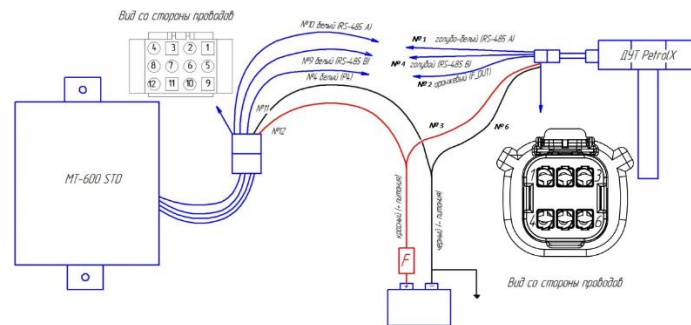

Рисунок 7
2. При подключении нескольких ДУТ необходимо поочередно подключить каждый ДУТ к терминалу и в разделе «Настройка параметров выходного сигнала» во вкладке «ScoutNet» (рисунок 7) установить индивидуальный сетевой номер для каждого ДУТ (От 0 до 7). Не допускается совпадение адресов для разных ДУТ, подключенных к одному терминалу.